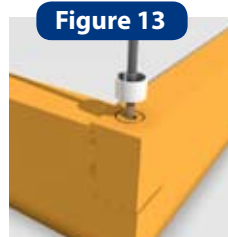

Figure 13
- Placez les anneaux de renfort entre chaque rangée. (figure 13)